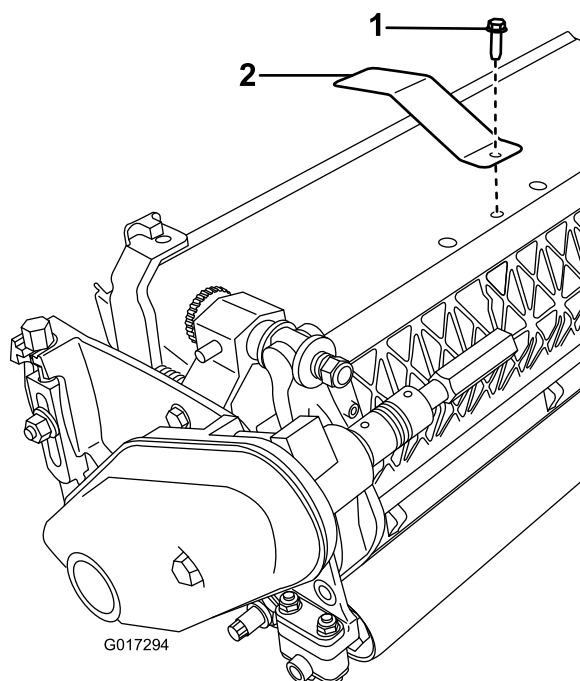

Figura 13
- Remova o parafuso central do resguardo de relva (Figura 13).
- Instale a placa alvo na parte superior da unidade de corte (por baixo do resguardo de plástico) utilizando o parafuso que removeu previamente (Figura 13).